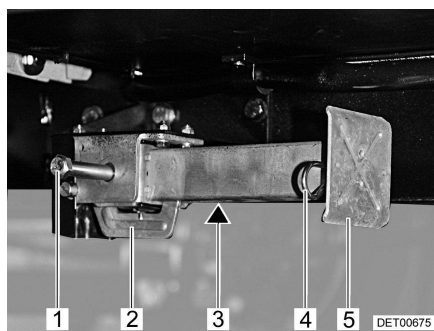

Bild 14 Stödben
- Placera hylsnyckeln på sexkanten (Bild 14,1) och vrid runt den tills stödbenet står rakt neråt.
- När längden på stödbenet kan justeras, dras sprinten (Bild 14,4) ut ur stödbenets förlängning (Bild 14,5).
- Placera hylsnyckeln på sexkanten (Bild 14,1) och vrid runt den tills stödbenet inte längre sitter mot marken.
- Skjut in stödbensförlängningen (Bild 14,5) helt och sätt in sprinten (Bild 14,4) i borrhålet på stödbensförlängningen.
- Vrid sexkanten (Bild 14,1) tills stödbenet svängs uppåt och spåret (Bild 14,2) är helt vid slutet av skåran (Bild 14,3).